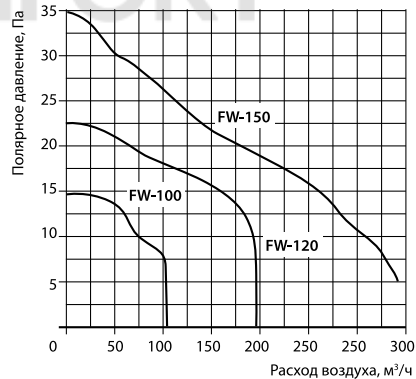

Рис. 3
4. Вытяжной воздух должен выводиться наружу, а не в потолочное или чердачное пространство, для этого используется воздуховод небольшой протяженности, а также подходящие обратные клапаны (рабочую точку можно определить по рис. 3).